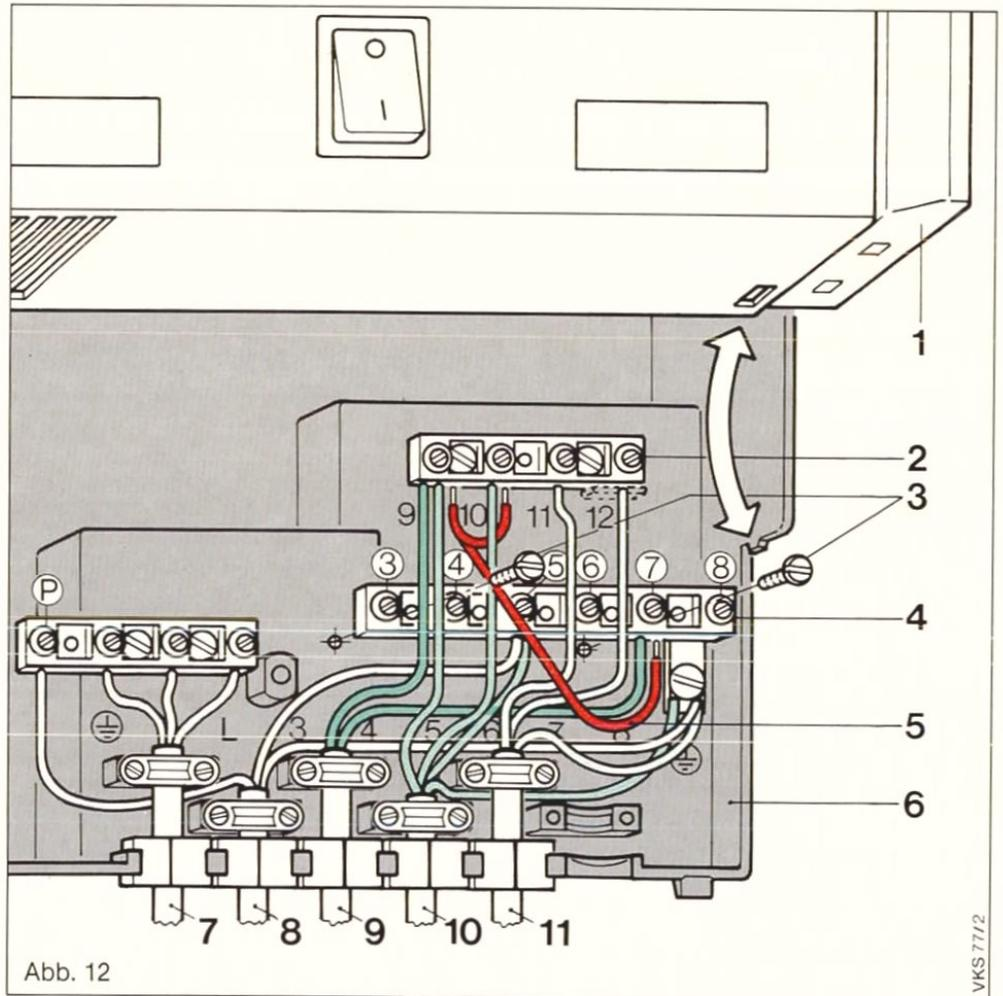

Abb. 12
- Befestigungsschraube des Schaltkastens (6) oben an der Schaltleiste (1) lösen.
- Befestigungsschrauben (3) der Klemmleiste (4) (mit den Klemmen ③ bis ⑧) lösen.
- Schaltkasten (6) an der Unterseite der Schaltleiste (1) (siehe Pfeil) aus den Haltenocken ausrasten und Schaltkasten (6) etwas nach unten ziehen bis die Klemmleiste (2) (mit den Klemmen 9-12) sichtbar wird.
- Brücke (5) zwischen Klemme 7-9-10 lösen und herausnehmen. Klemmleiste (4) etwas herausziehen bis die Klemmen der Klemmleiste (2) zugänglich sind.
- Eine Abgasklappe und eine Wassermangelsicherung an den Klemmen 7 u. 9 und 9-10 anklebmen. (siehe Abb. 12) Anschlußkabel mit Zugentlastung sichern.